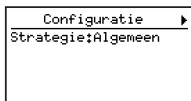

afb. 3: Netwerk ETH0
- 1.3 Open het menu van de Embion EMS controller met de knop en navigeer naar de "Netwerk ETH0" (afb. 3) pagina door gebruik te maken van de en knoppen.